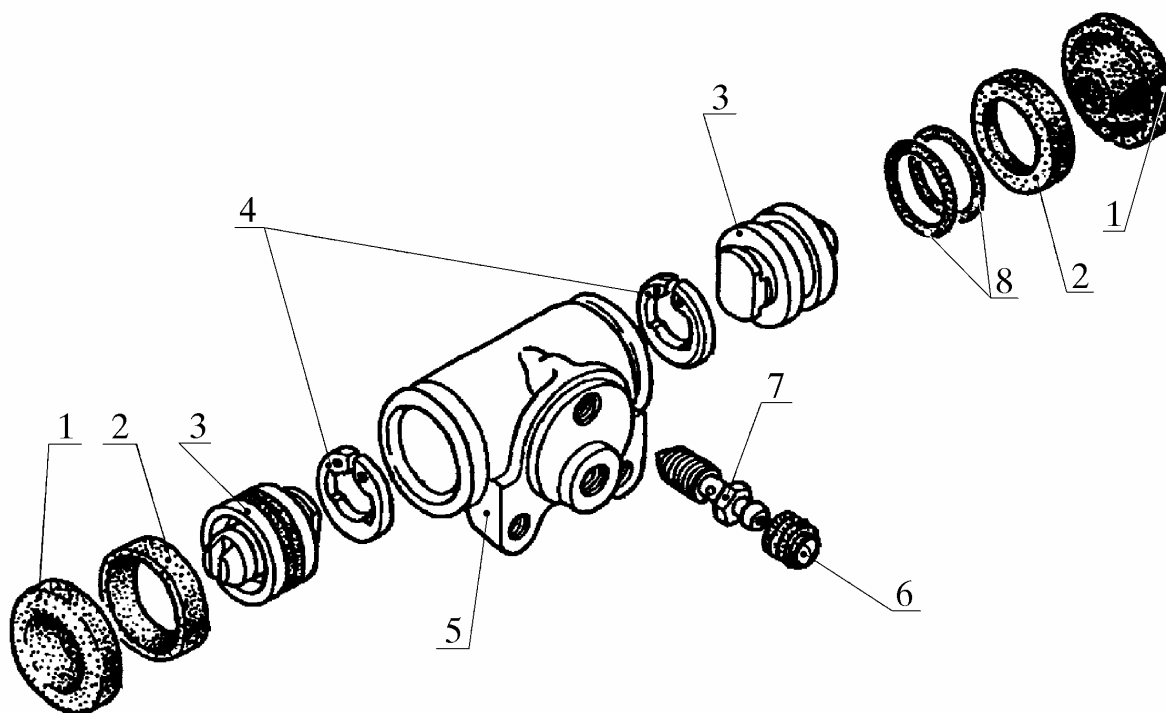

Рис. 9. Разборка колесного цилиндра:
4.6.3.1. Снять колпачок 6 (рис. 9) клапана и вывинтить клапан 7 прокачки из колесного цилиндра 5